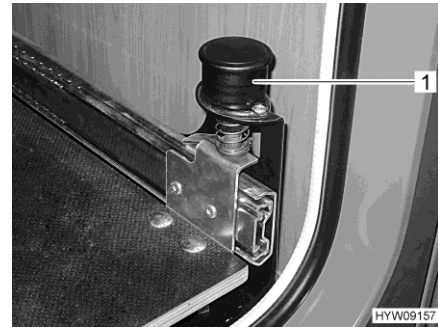

Fig. 84 Bouton avec arrêt à gaz
- Tirer le bouton (Fig. 84,1) vers le haut. L'extension du compartiment à gaz est déverrouillée.